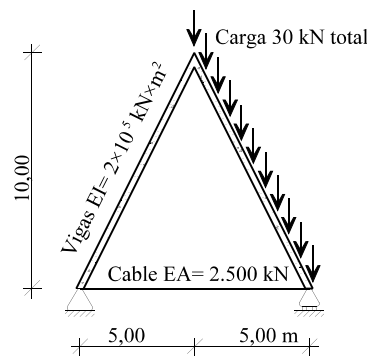

Figura 14
14) El pórtico atirantado de la figura 14 está formado por dos vigas y un cable cuyas rigideces se dan en la propia figura. (Se desprecia la deformación por esfuerzo axial en las vigas.) Soporta la carga repetida uniforme mostrada. Se pide: